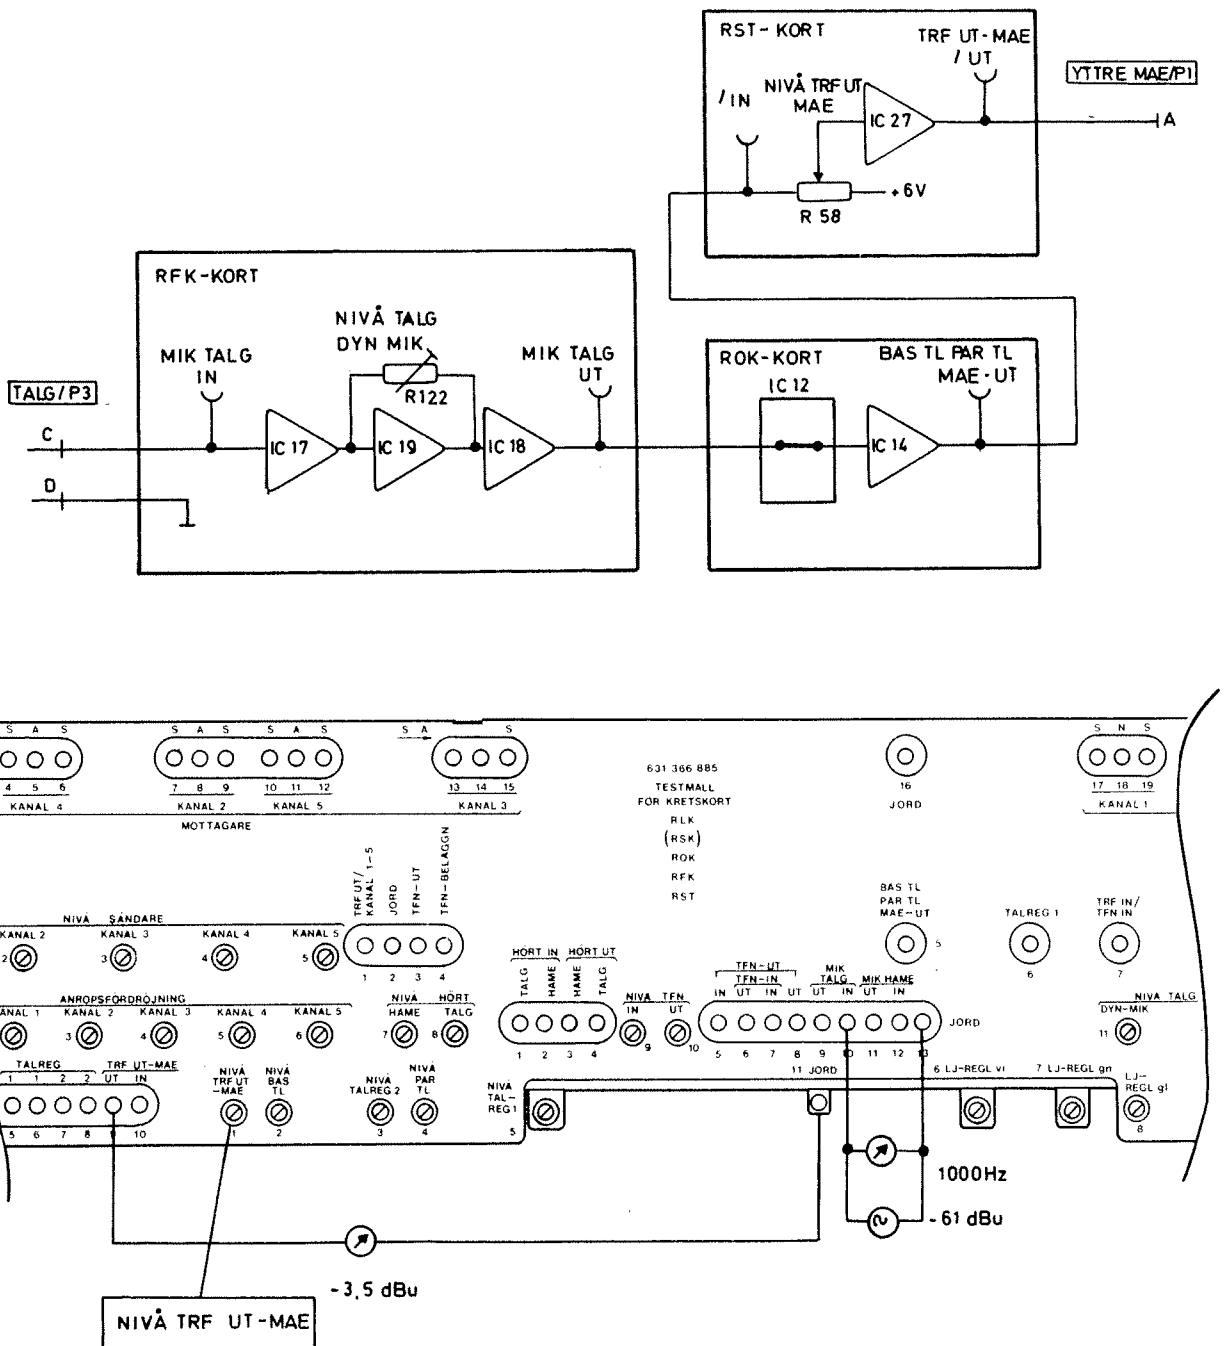

Bild 21
- Anslut därefter URI-metern till mätuttagen TRF UT - MAE/UT och JORD på RST-kortet, se bild 21.